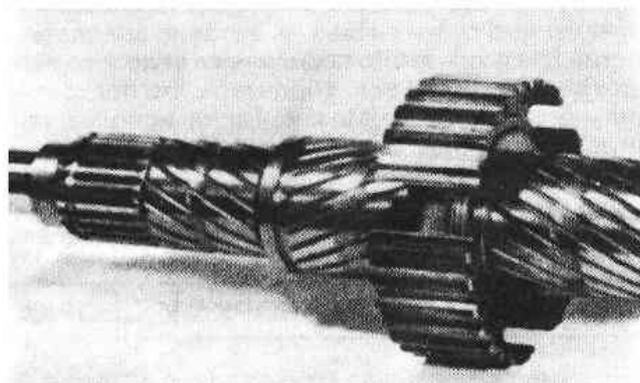

Рис. 6.12. Ведомый вал коробки передач типа В и ступица синхронизатора 1/2 передачи (Разд.6)
10. Заметьте, что у коробки передач типа В ступица синхронизатора (Рис.6.12) не снимается с ведомого вала, а у коробки передач типа С упорная шайба представляет с ведомым валом одно целое (Рис.6.3).